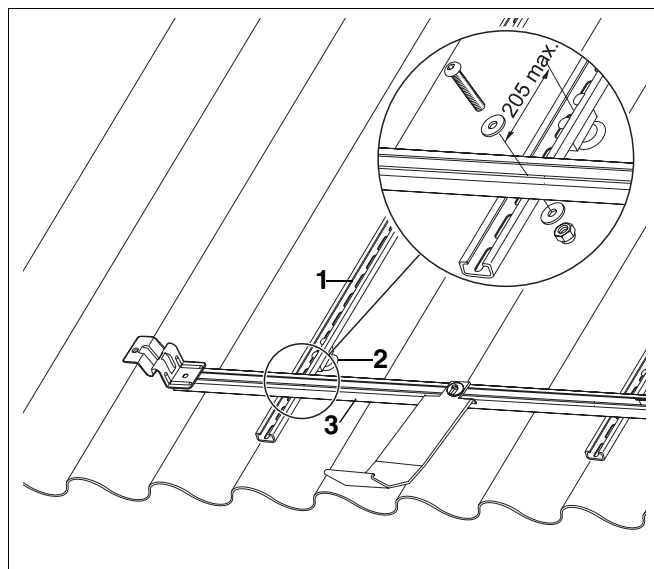

Fig. 8 Montagem dos perfis horizontais
A distância entre o perfil horizontal e o bloco de apoio não deve ultrapassar 205 mm (centro/centro) (Fig. 8).
- Fixe os perfis horizontais aos perfis verticais com os parafusos de sextavado interior, M8 x 50, duas anilhas para M8 e as porcas de auto-aperto M8 (Fig. 8).